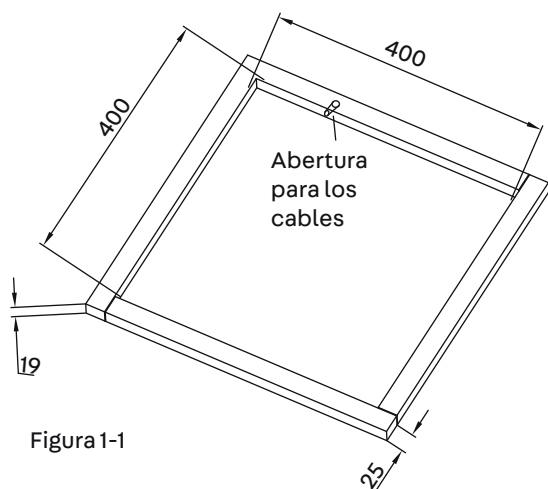

Figura 1-1
Si no se utiliza la ventilación del techo, deberá cortar una nueva abertura en el techo del vehículo (ver figura 1-1). También hay que hacer la abertura correspondiente en el techo interior del vehículo. Proceda con precaución. Si la abertura está revestida, pueden aparecer grietas. Una vez que haya comprobado que las aberturas del techo y el techo interior tienen el tamaño correcto, debe colocar una estructura de apoyo enmarcada entre el techo exterior del tejado y el techo interior. La estructura del marco reforzado debe cumplir con las siguientes especificaciones:
2. Debe mantener la superficie exterior del techo y el techo interior separados y apoyarlos para que no se produzcan fallos cuando el aire acondicionado de techo y el conjunto de montaje del techo estén atornillados juntos. En la figura 1-1 se muestra un marco de soporte típico.